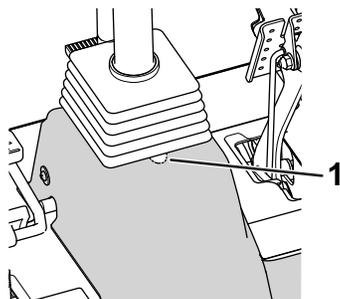

Figure 21
6. Découpez une encoche en U sur le carénage (Figure 21).